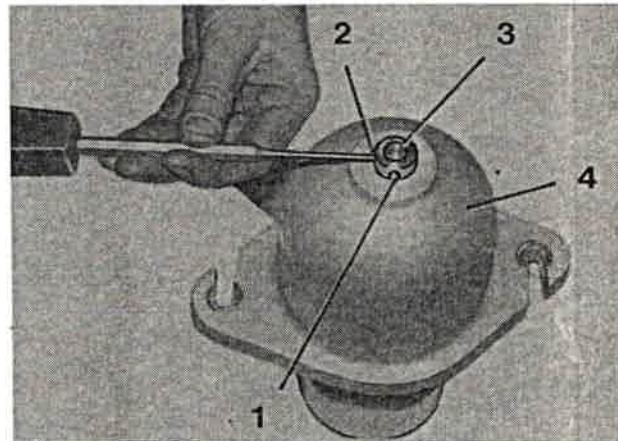

Bild 244
2. Stiftschraube (Bild 244/1) einige Umdrehungen lösen, Kegelstift (Bild 244/2) austreiben und Stellring (Bild 244/3) sowie Glocke (Bild 244/4) abnehmen.